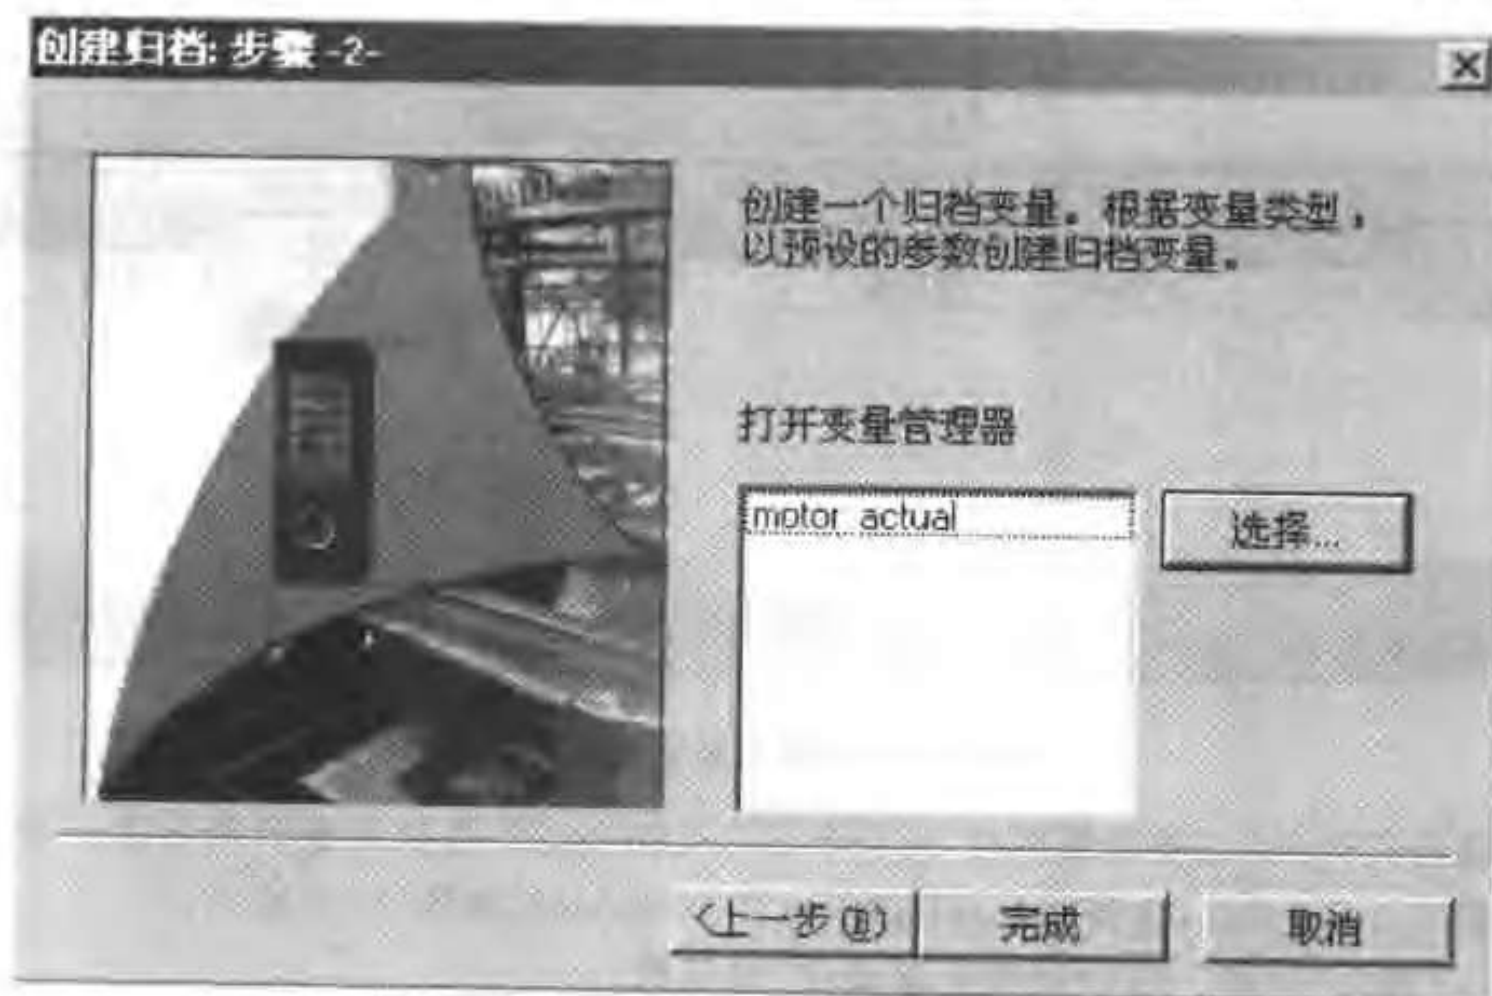

图 7-3 添加要归档的变量
- 在“创建归档:步骤 2”对话框中单击“选择”按钮,如图 7-3 所示。